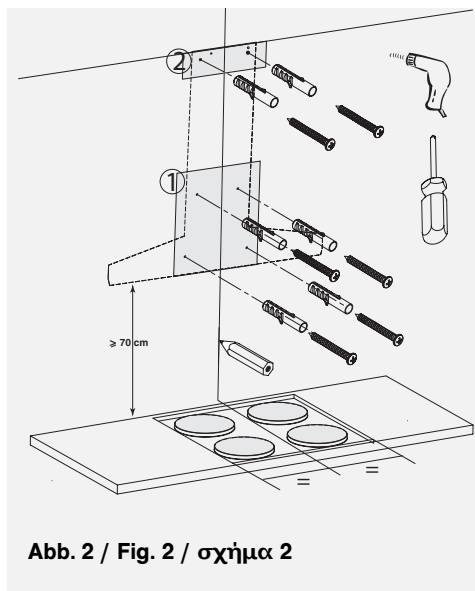

Abb. 2 / Fig. 2 / σχήμα 2
- Coloque contra a parede as guias de montagem (**fig. 2**).